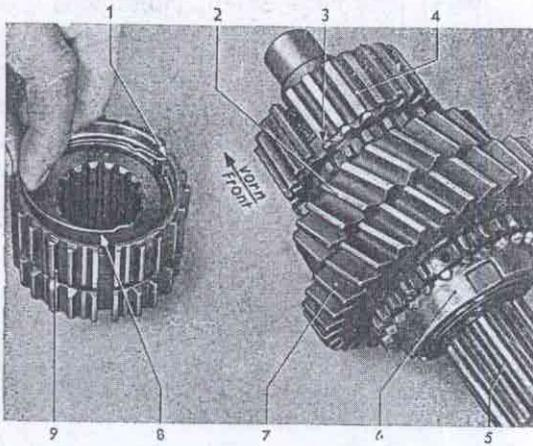

Bild 56 – Eine Synchronfeder in Synchronkörper des 1. Ganges einlegen
9. Eine Synchronfeder (56/8) von vorn in Synchronkörper für 1. Gang so einlegen, daß der Haken (56/1) der Feder (56/8) in eine beliebige Längsnut – insgesamt drei Nuten – eingreift (Bild 56).